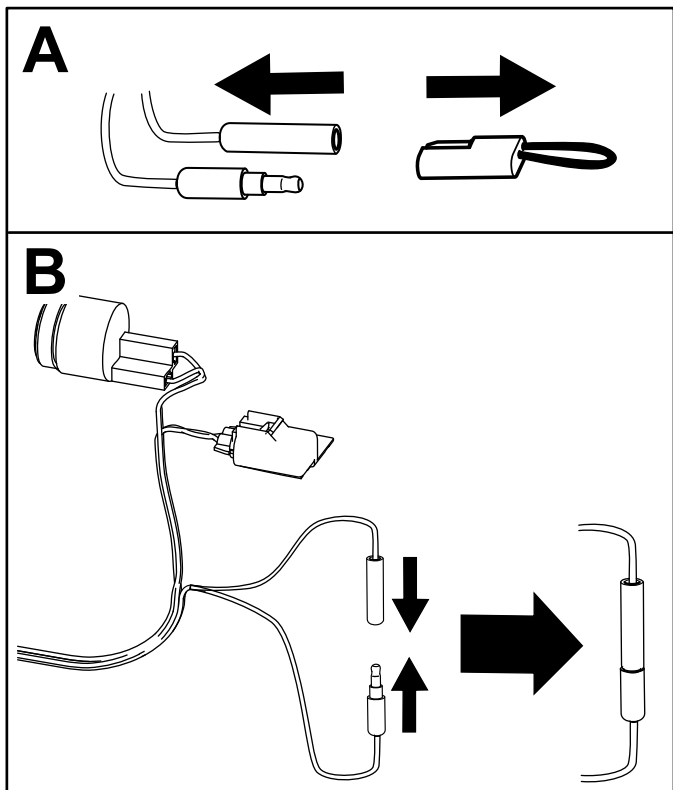

Рисунок 8
1. Находясь на горизонтальной поверхности, извлеките заглушку из калибровочных разъемов (Рисунок 8).
2. Соедините калибровочные разъемы друг с другом, как показано на Рисунок 8.